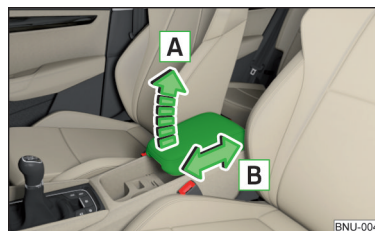

Fig. 83
- Pentru **reglarea pe înălțime**, ridicați cotiera în sensul săgeții **A** într-una din cele patru poziții de fixare » fig. 83.